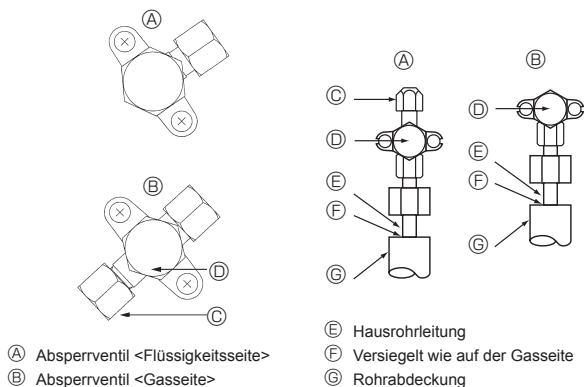

Fig. 4-5
4.4. Verfahren zum Prüfen der Rohre auf Dichtigkeit (Fig. 4-5)